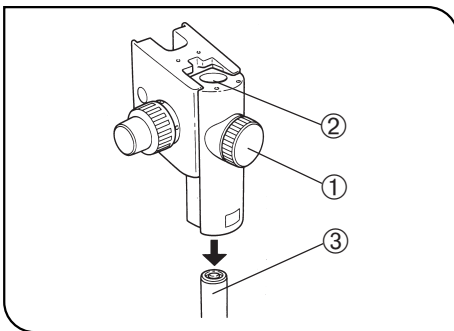

Abb. 4
### 2 Montage der Fokussiereinrichtung (Abb. 4 & 5)
1. Zunächst die Feststellschraube ① der Fokussiereinrichtung vollständig lösen, dann die Fokussiereinrichtung mit beiden Händen halten und die Säule ③ von unten in die Aufnahme ② einschieben (Abb. 4).
2. Fokussiereinrichtung so weit wie möglich nach unten schieben, dann die Feststellschraube der Fokussiereinrichtung ① festziehen (Abb. 4).
★Wird die Feststellschraube ① angezogen, solange die Säule ③ noch nicht ganz in die Aufnahme ② eingeschoben ist, verformt sich die Blattfeder an der Säule, und die Säule kann nicht mehr in die Aufnahme eingeschoben werden (Abb. 4).